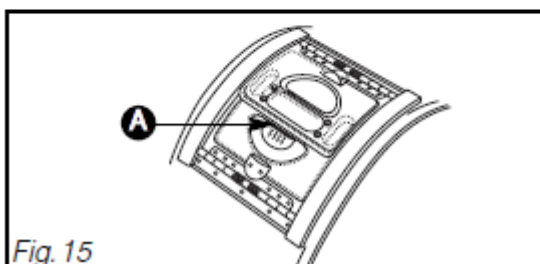

Fig. 15
Para se certificar que está bem fechada verifique se o topo azul está bem visível (A) (fig. 15).